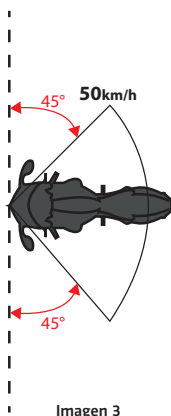

Imagen 3
Ángulo de impacto (Imagen 3)	De 45° a 135°
**¡IMPORTANTE!** La Imagen 3 describe el Envelope of Protection en donde se espera que el Sistema Tech-Air® 5 se infle antes de que el cuerpo del usuario tenga contacto con algún obstáculo. A velocidades superiores a 25 km/h, el Sistema se desplegará independientemente del ángulo de impacto. Sin embargo, fuera de las situaciones contempladas en el Envelope of Protection, puede que el Sistema no se infle por completo antes del contacto entre el usuario y el obstáculo.